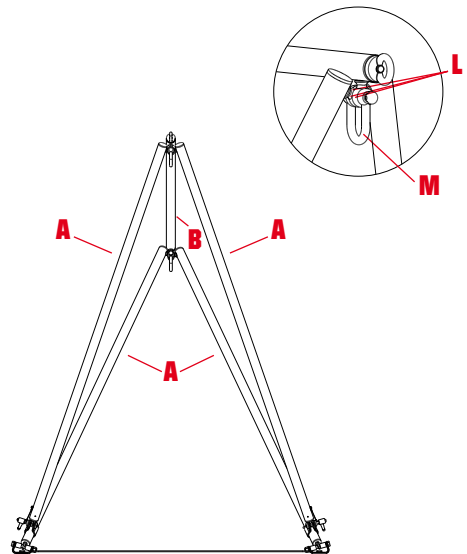

fig. 3
- b) Conecte la barra superior (B) a las barras laterales (A), introduzca en los ojalos de conexión (L) los grilletes (M) - (fig. 3).